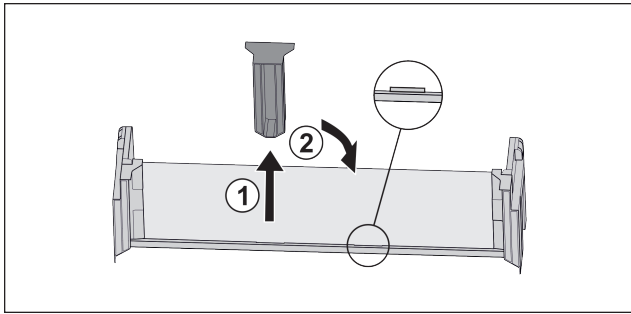

Fig. 23
- Extraire la pièce de retenue centrale Fig. 23 (1).
- Insérer la pièce de retenue centrale en deuxième position Fig. 23 (2).